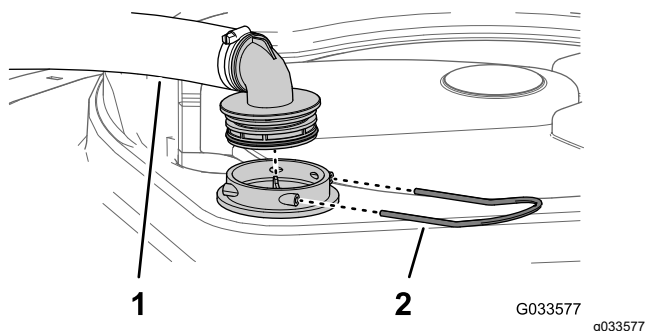

Figure 109
2. Au sommet de la cuve du pulvérisateur, retirez l'étrier de fixation qui fixe le raccord de flexible sur le grand flexible du logement du filtre (Figure 109).
3. Retirez le flexible et le raccord du logement du filtre (Figure 109).